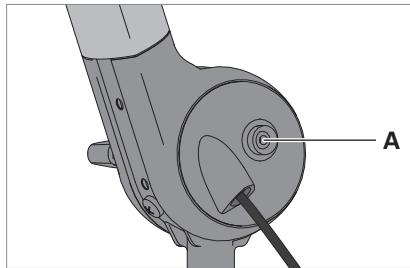

Fig. 6: Botão de pressão para cabo de ligação à terra.
- ▶ Encaixe a extremidade do cabo de ligação à terra, juntamente fornecido, sobre o botão de pressão **A** da luminária, ver Fig. 6.